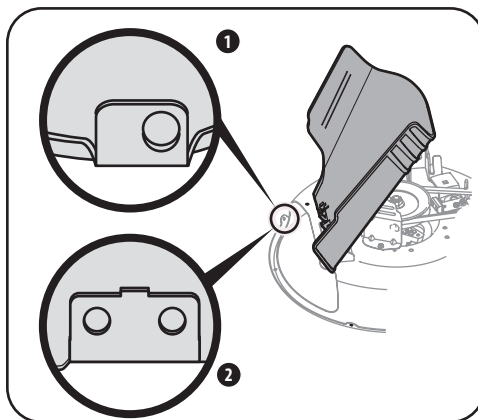

Figure 4-10
- Déterminez si votre modèle est doté d'un plateau de coupe de 42" ou d'un plateau de coupe de 46". Le plateau de coupe de 42" est doté d'une encoche avec un trou de montage (1) et le plateau de coupe de 46" est doté d'une encoche avec deux trous de montage (2). Voir Figure 4-10.